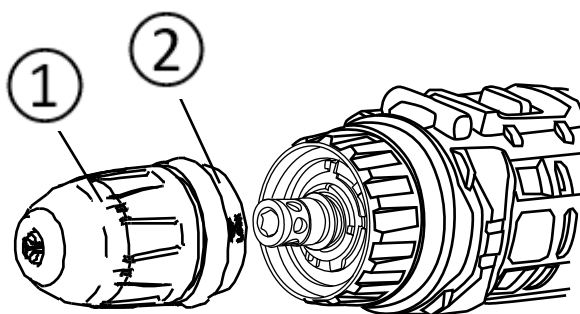

Рис. 3
- снимите патрон - нажмите на красную стопорную втулку (2) со стороны патрона, затем снимите патрон (1) (Рис. 3);
- при использовании бит длиной 25 мм, можно устанавливать патрон обратно, не снимая биты. Для установки патрона, нажмите на стопорную втулку (2), вставьте и поверните патрон (1) в шпиндель. После установки отпустите стопорную втулку (2), патрон автоматически заблокируется.